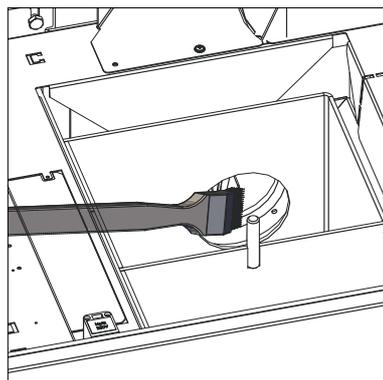

Fig. 49 Nettoyer la roue de ventilateur et aspirer
- ▶ Nettoyer la roue de ventilateur avec un pinceau – Fig. 49.